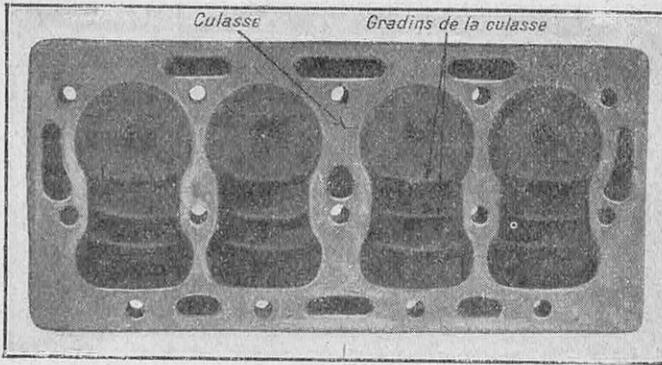

FIG. 4. — CULASSE DE MOTEUR A EXPLOSION DONT LE PIED EST EN FORME DE GRADINS SERVANT A BRISER L'ONDE EXPLOSIVE PAR DÉTENTE
(1) Bien entendu, les gradins peuvent être placés sur la culasse, au lieu de l'être sur le piston (fig. 4).